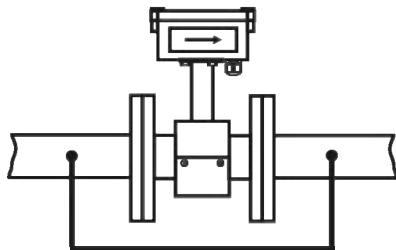

Рисунок 2.10 – Схема защитного шунтирования расходомера
- выполнить защитное электрическое шунтирование участков трубопровода системы до и после расходомера (рисунок 2.10);